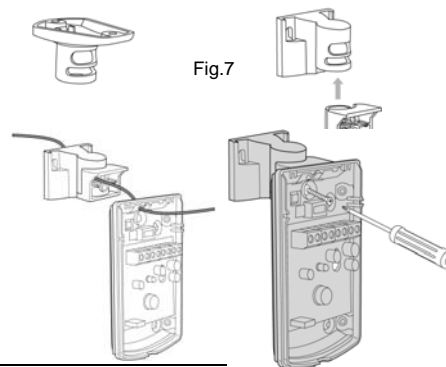

Fig.7
El detector puede ir montado en la pared o en una esquina.. Se requiere la carcasa o un soporte especial, use la base soporte opcional. Dirijase a la descripción del soporte. (Vea fig. 7).
4. Las marcas circulares y rectangulares en la base se han de quitar para hacer entrar los cables. Nunca use los agujeros de montaje para hacer pasar cables hacia el detector.(Como opción el soporte tiene un pasa cables interno – fig.7)
5. Monte la base del detector en la pared, esquina o techo. (Como opción con soporte vea fig.7).